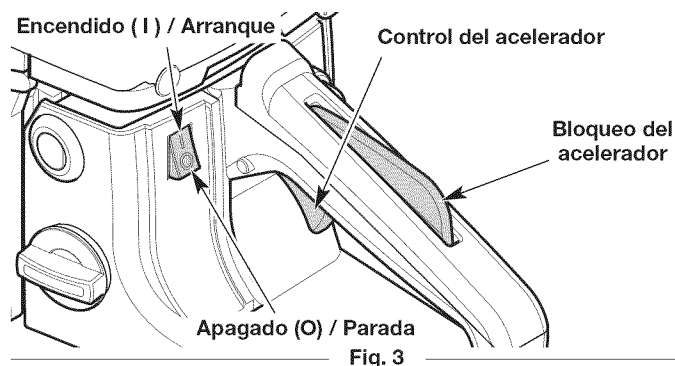

Fig. 3
5. Mueva el interruptor de encendido/apagado a la posición **On** (encendido) (Fig. 3).
NOTA: **NO** toque el control del acelerador hasta el paso 14 (Fig. 3).
8. **NO** toque el control del acelerador (Fig. 3). Coloque la unidad sobre una superficie plana y nivelada. Despeje el área de cualquier objeto que podría entrar en contacto con la cadena de la sierra.
- Mueva el interruptor de encendido/apagado a la posición **Off** (apagado) (Fig. 3). Espere a que la cadena de la sierra se haya detenido completamente.